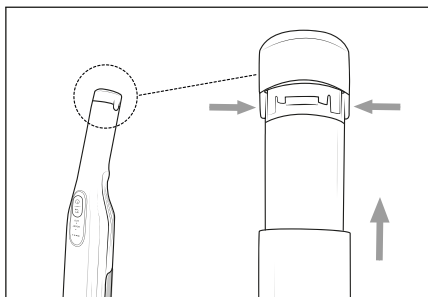

Abb. 10
- ◆ Pentru a înlătura acumulatorul ① din aparat, țineți apăsată ambele taste de deblocare a acumulatorului ② și trageți acumulatorul ① din aparat (a se vedea fig. 10).